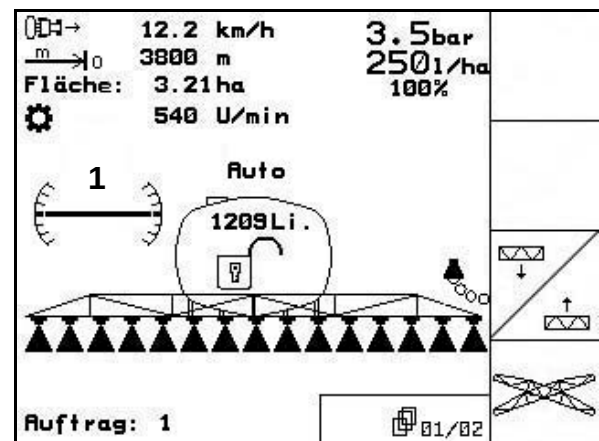

Fig. 127
- El símbolo regulación de inclinación (Fig. 127/1) muestra en el menú Trabajo la alineación horizontal del varillaje de rociado.